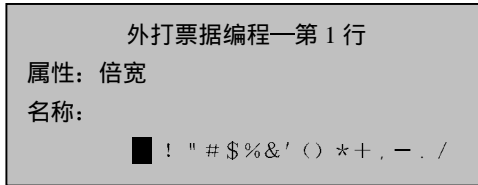

图 3-12
- 3) 运用选择定位操作，确认第 1 行收据属性为“倍宽”，如图 3-12 所示；